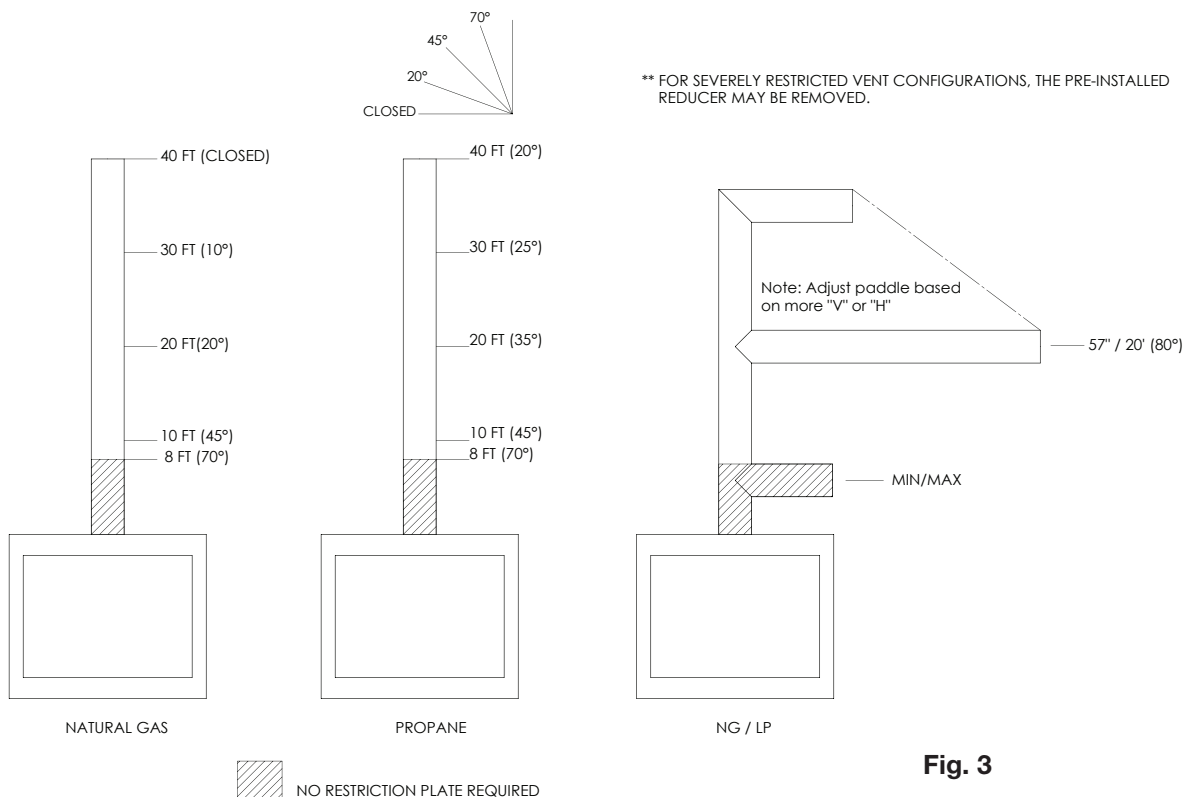

Fig. 3
- B.** Selon la quantité de restriction souhaitée, la plaque de bride peut être laissée à plat pour la plupart restriction ou tordues à différents degrés de restriction (voir Figure 3 for guide de restriction).